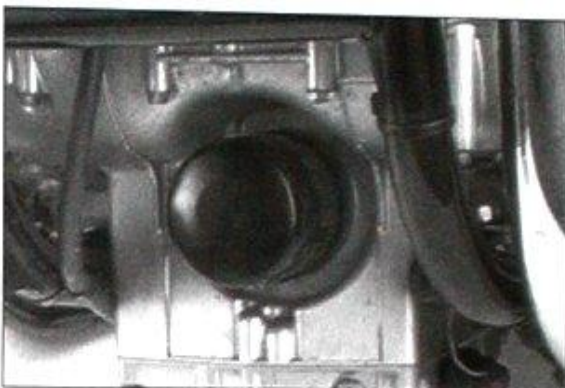

Bild 46
- Ölfilter (Bild 46) mit Ölfilterschlüssel ausdrehen und Filterelement entnehmen.